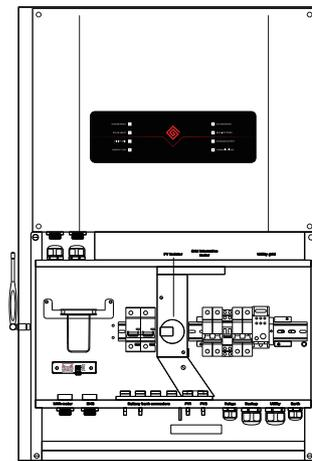

Figura 7: Montaje del inversor
- Atornille la antena en el conector SMA situado en el lado izquierdo del inversor, como se muestra en la figura 7.
Atornille la antena en el conector SMA situado en el lado izquierdo del inversor, como se muestra en la figura 7.